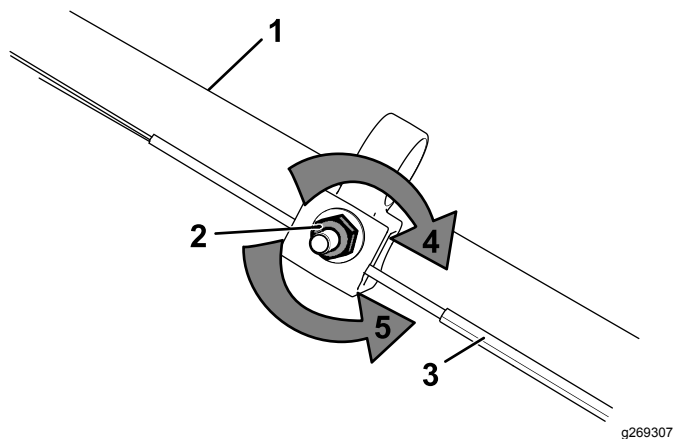

Рисунок 30
1. Поверните регулировочную гайку против часовой стрелки, чтобы ослабить натяжение троса (**Рисунок 30**).
2. Отрегулируйте натяжение троса (**Рисунок 30**), потянув его назад или вперед, затем удерживайте в этом положении.